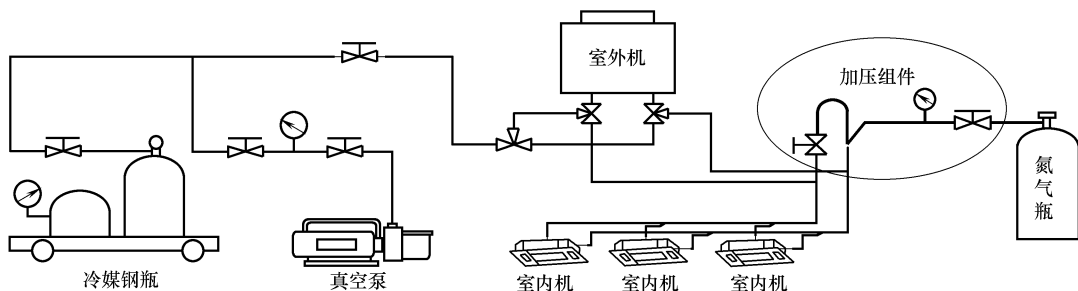

图 3-57 试压装置简图
- (1) 确定试压顺序和系统划分 管路系统可以划分成几个部分进行气密试验，以便加快作业进程并能更容易发现泄漏。划分方法同管路清洗。
- (2) 将试压装置与机组连接 将氮气瓶、压力表、真空泵、冷媒钢瓶等接到室外机阀门处。试压装置如图 3-57 所示。其中压力表要求量程为 6MPa ，氮气瓶压力应不小于 4MPa 。